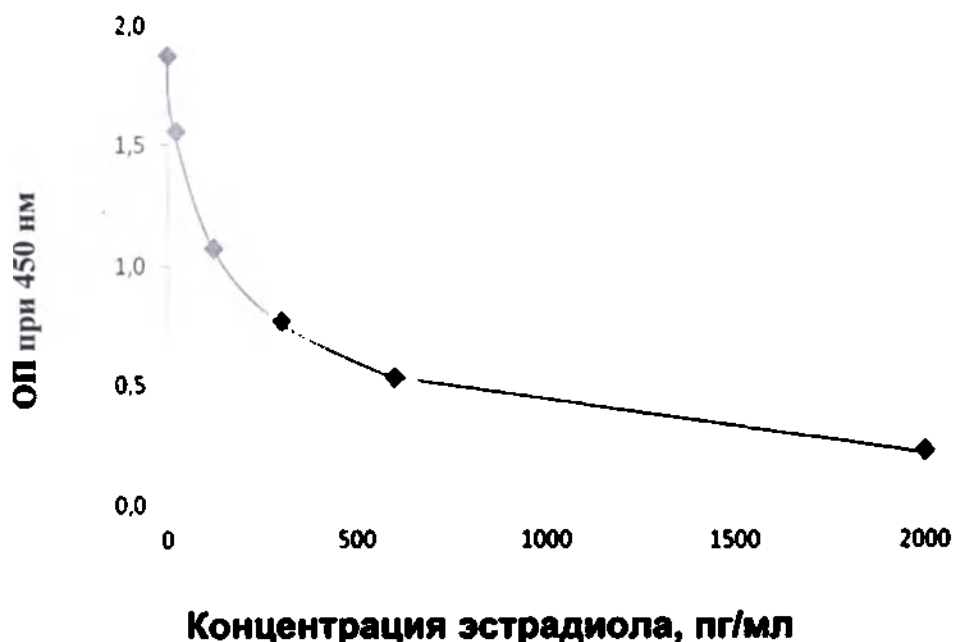

Рисунок 2. Типичный калибровочный график
9.1. Построить калибровочный график зависимости оптических плотностей (ОП, ед. опт. плотн.) от концентрации эстрадиола (пг/мл) в калибровочных пробах (Рисунок 2). Внешний вид графиков зависит от способа преобразования осей.